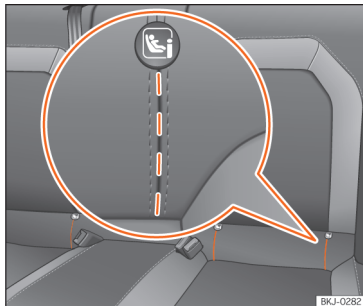

Fig. 38 Banco traseiro: ranhuras recortadas para aceder aos anéis de fixação ISOFIX/iSize.
A localização dos pontos de fixação ISOFIX ou i-Size está indicada com um símbolo »» Fig. 38. Em alguns veículos, os anéis estão fixos à armação do banco e noutros ao piso traseiro.
- Proceda previamente à abertura manual do recorte situado atrás das ranhuras marcadas para ter acesso às argolas de fixação »» Fig. 38.